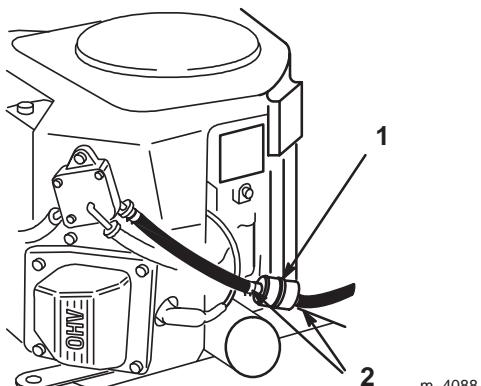

Figure 36
3. Pincez les extrémités des colliers et faites glisser ceux-ci pour les éloigner du filtre (Fig. 36).